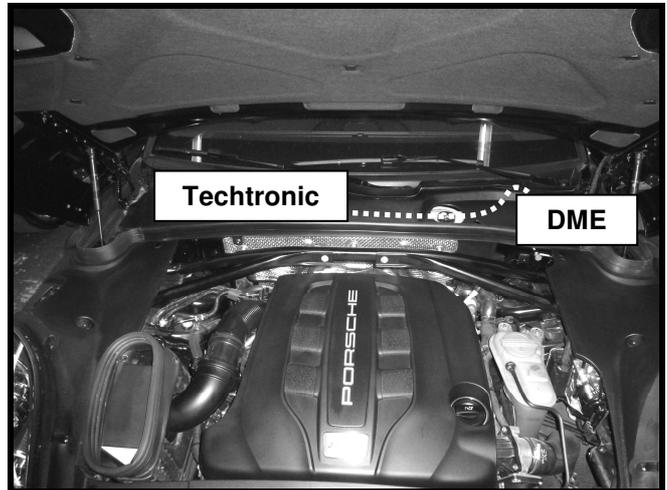

Abb. 04
- 1 Pin-Kabelsatz im Fahrzeug verlegen (siehe Abb. 04)